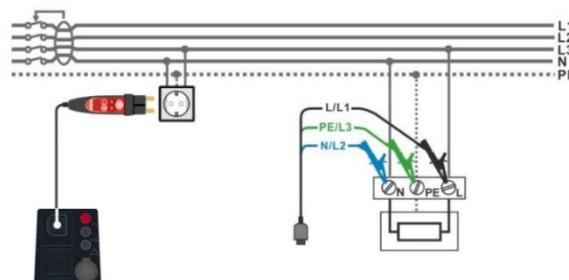

Abbildung 7.34: Anschluss des Commander-Prüfsteckers und der 3-Leiter-Prüfleitung
- Schließen Sie den 3-Leiter-Prüfleitung oder den Commander-Prüfstecker am Prüfobjekt an, siehe **Abbildung 7.34**.